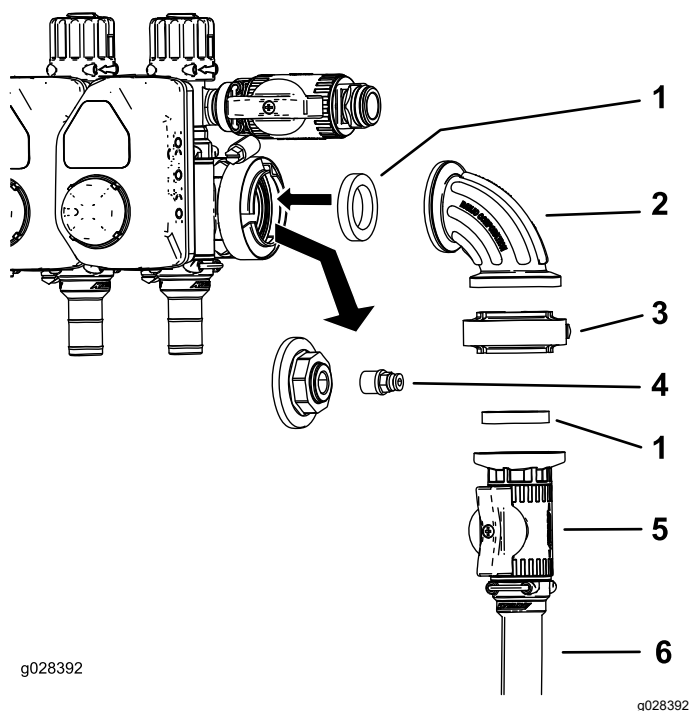

Figure 13
8. Détachez le bouchon et le raccord de la prise du manomètre (Figure 13).